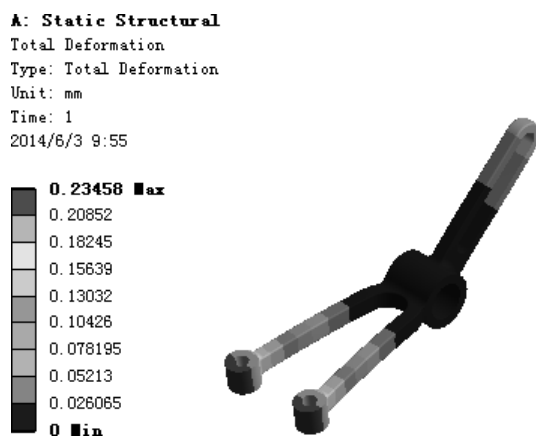

图 6.2.10 总位移变形结果图解
(2) 查看总位移变形结果图解。在“Outline”窗口中单击选中 Total Deformation，查看图 6.2.10 所示的总位移变形结果，可知最大位移为 0.23458 mm。